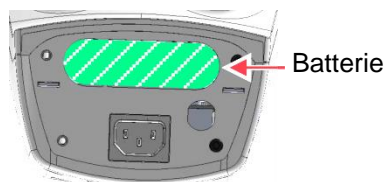

Abb. 7 Batterie
5. Batterie (Abb. 7) entnehmen und neue Batterie bis zum Anschlag hineinschieben.